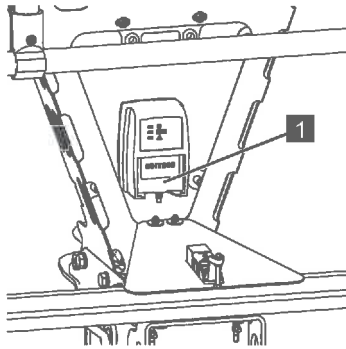

Abb. 218
4. Geladene Batterie (Abb.218/1) aus dem Ladegerät entnehmen und leere Batterie einsetzen.